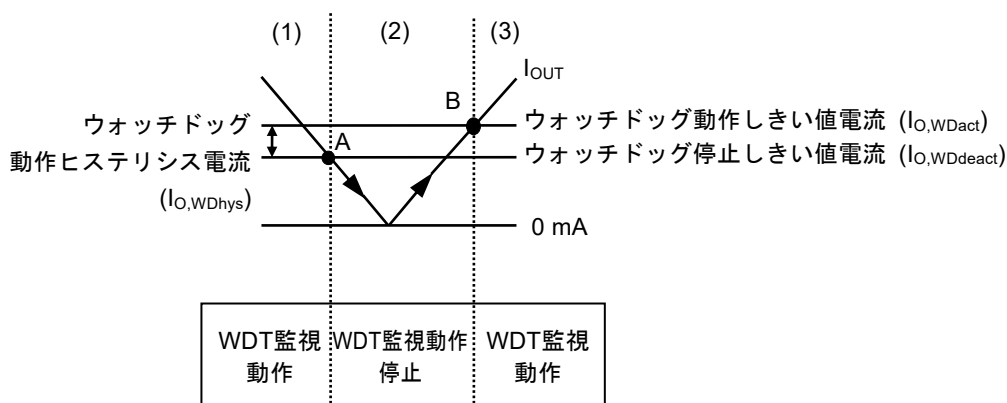

図41 自律ウォッチドッグ動作機能
- (1)レギュレータの I_{OUT} がウォッチドッグ動作しきい値電流 ($I_{O,WDact}$) 以上で、 V_{WADJ} は基準電圧 (V_{ref}) より高くなり、コンパレータ (C1) の出力は "H" になります。このとき、ウォッチドッグタイマは監視動作を行います。
- (2) I_{OUT} が低下し、ウォッチドッグ停止しきい値電流 ($I_{O,WDdeact}$) (図41のA点) 以下になると V_{WADJ} は V_{ref} 以下となり、C1の出力は "L" になります。このとき、ウォッチドッグタイマは監視動作を停止します。 I_{OUT} が上昇しても、 $I_{O,WDact}$ 未満の場合、ウォッチドッグタイマは監視動作を停止したままです。
- (3)さらに I_{OUT} が上昇して $I_{O,WDact}$ (図41のB点) 以上になると V_{WADJ} は V_{ref} 以上になり、C1の出力は "H" になり、ウォッチドッグタイマは監視動作を開始します。